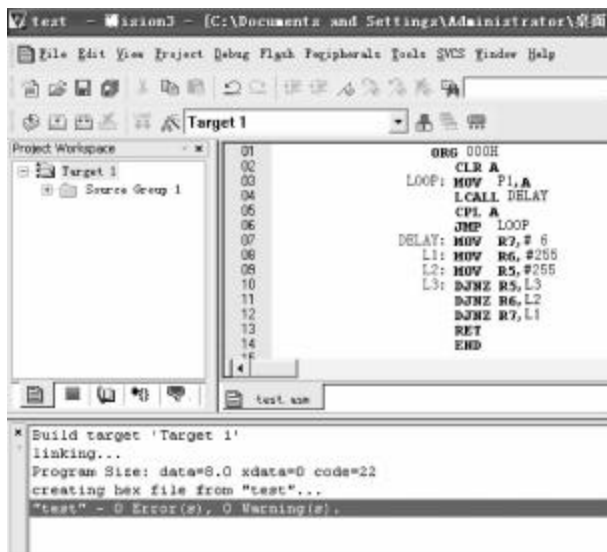

图 1-25 输出窗口信息
⑩接下来执行命令【Project】→【Rebuild all target files】或点击按钮 , 重建目标文件, 在工程所在文件夹会出现十六进制代码文件(. Hex), 这是单片机能识别的. 如果没有语法错误, 输出窗口将出现如图 1-25 所示的提示, 否则就应修改程序, 重建目标文件.